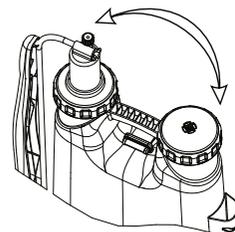

Рис.2
- демонтируйте рычаг (65), шатун (66) и вал (62), удалив все шплинты, шайбы и оси, фиксирующие данные узлы;
- переставьте местами узел насоса вместе с крышкой (74) и сетчатый фильтр с крышкой заливной горловины(48) (Рис.2);
- снимите держатель (76), потянув его вверх вдоль бака, и закрепите его на противоположной стороне бака;